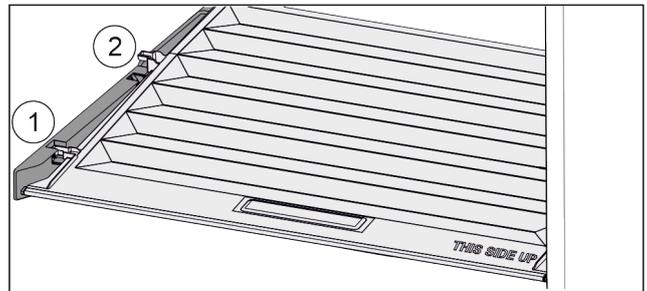

Fig. 157
- ▶ Tirer le couvercle vers l'avant jusqu'à l'orifice des pièces de retenue Fig. 157 (1).
- ▶ Le soulever par le bas à l'arrière et le sortir par le haut Fig. 157 (2).